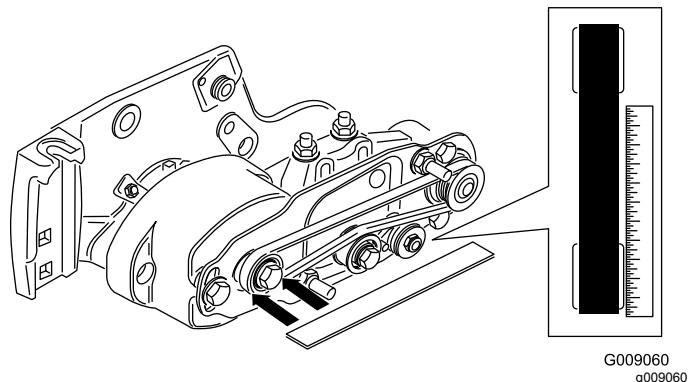

Figura 33
- Disponha uma régua de traçar ao longo da face externa da **polia de transmissão** (**Figura 33**). **Não** disponha a régua de traçar entre a transmissão e as polias da transmissão.